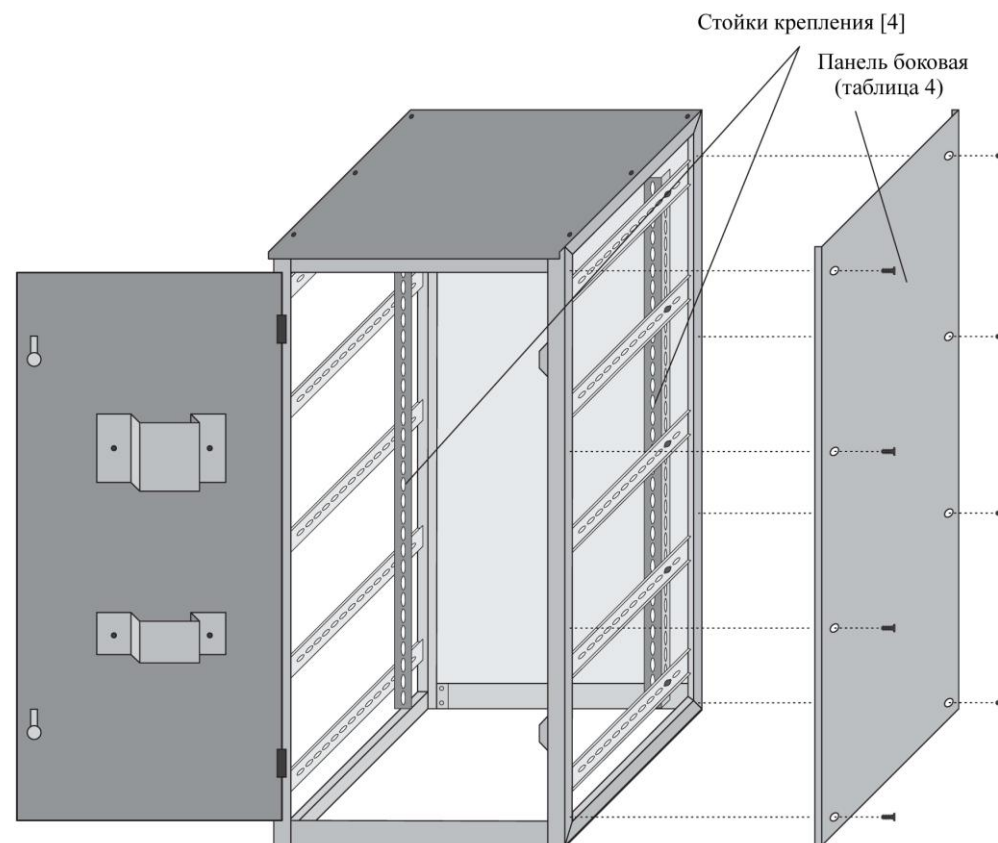

Рисунок 8
9) Установите на боковых каркасах А и В [1 и 2] стойки крепления [4] на нужном вам расстоянии от задней стенки, затем закрепите их болтами М6х16 [10.5], гайками М6 [10.3] и шайбами 6 [10.4] (см рисунок 8).